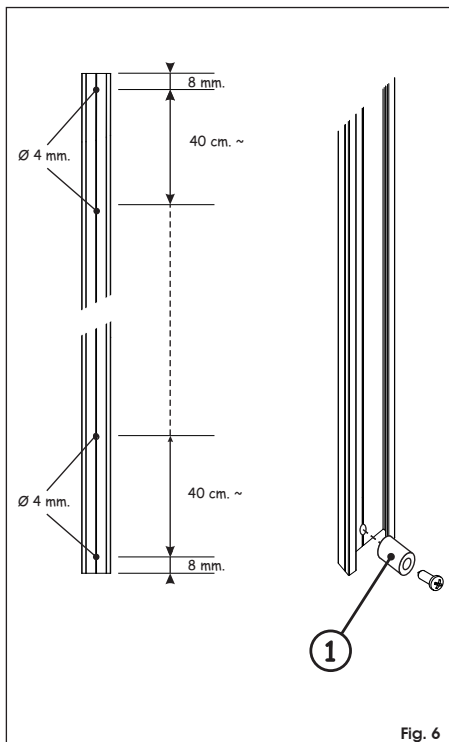

Fig. 6
- Effettuare con precisione, una foratura \varnothing 4mm a 8 mm da ciascuna estremità del profilo di sostegno (fig. 6).
Questi due fori verranno utilizzati per il fissaggio dei distanziali di appoggio (fig. 6 rif. ①).
- Effettuare ulteriori forature \varnothing 4mm intermedie, a passi di circa 40 cm (fig. 6).
- Inserire il distanziale di appoggio in corrispondenza del foro inferiore (fig. 6 rif. ①).